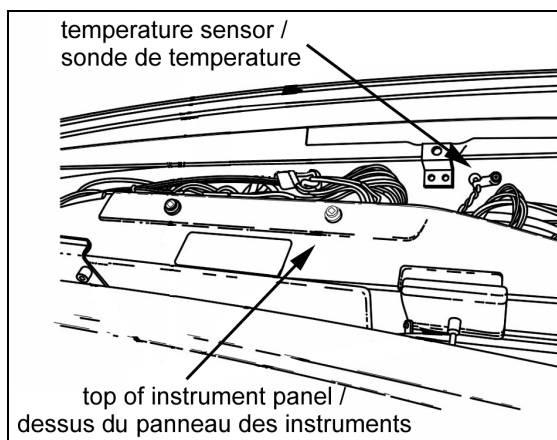

FIGURE 4 : EMPLACEMENT DE LA SONDE À RETIRER
9. Parmi le câblage du tableau de bord, localiser et débrancher le connecteur C474 de l'ancienne sonde et acheminer ce dernier jusqu'au connecteur C474 du câblage de la nouvelle sonde thermique #563063. Pour les véhicules XLII, utiliser aussi le câblage de rallonge #065302 entre le connecteur C474 de la nouvelle sonde et le connecteur C474 du câblage du tableau de bord. Retirer l'ancienne sonde. Celle-ci est située à l'intérieur des sorties d'air de dégivrage et maintenue par une vis (voir figure 4). Fixer le câblage de la nouvelle sonde au boyau à l'aide des attaches de nylon.